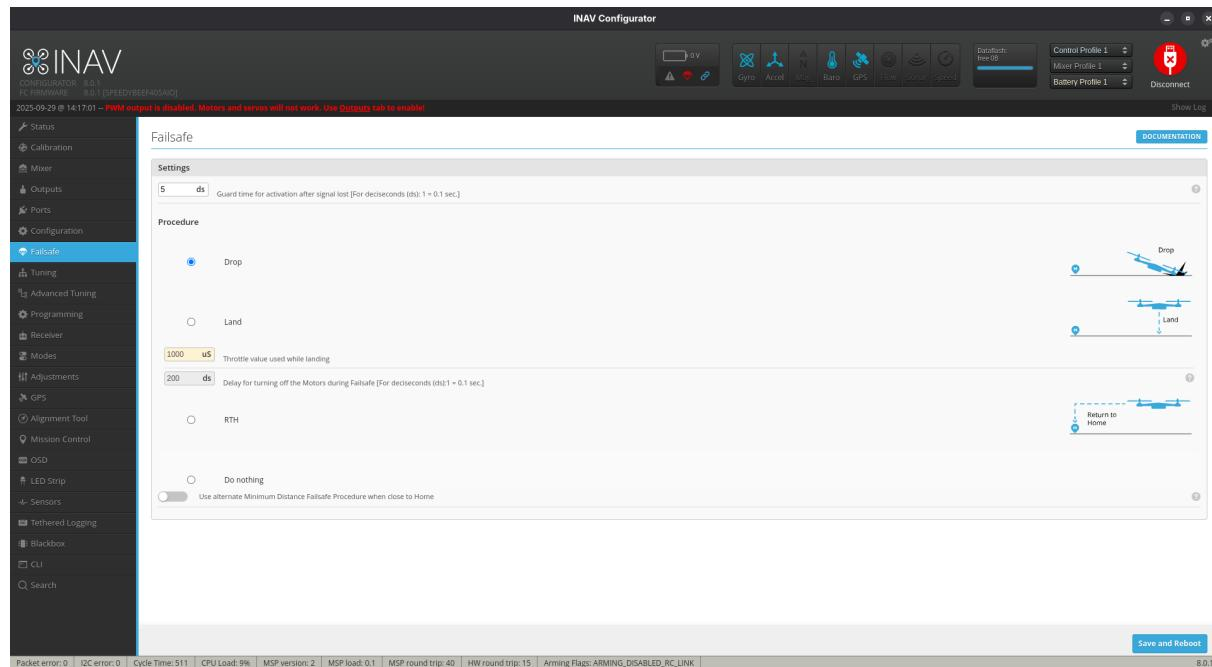

Figure 2.15: INAV Failsafe Tab
7. The *Failsafe tab* (Figure 2.15) is very important, as it defines the behavior should the remote control signal be lost. Here, you should ensure that either *Drop*, *Land*, or *Return-to-Home (RTH)* are configured so that the drone does not continue to fly uncontrollably.
7. Der *Failsafe-Tab* (Abbildung 2.15) ist sehr wichtig, da in diesem das Verhalten definiert ist, sollte das Fernsteuerungssignal abreissen. Hier sollte sichergestellt werden, dass entweder *textslDrop*, *Land* oder *Return-to-Home (RTH)* konfiguriert sind, damit die Drohne nicht unkontrolliert weiterfliegt.